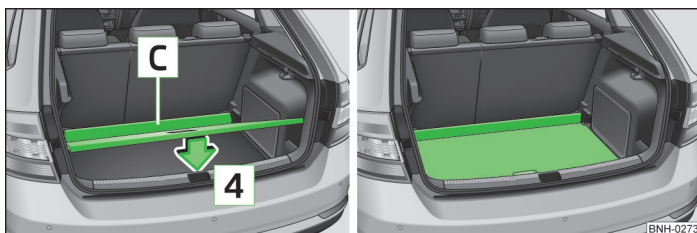

Fig. 71 Reglarea podelei variabile în poziția inferioară / podea variabilă în poziție inferioară
- ▶ Împingeți podeaua variabilă până la limită în sensul săgeții **3**, până când s-a ridicat partea frontală a acesteia **C** » fig. 71.